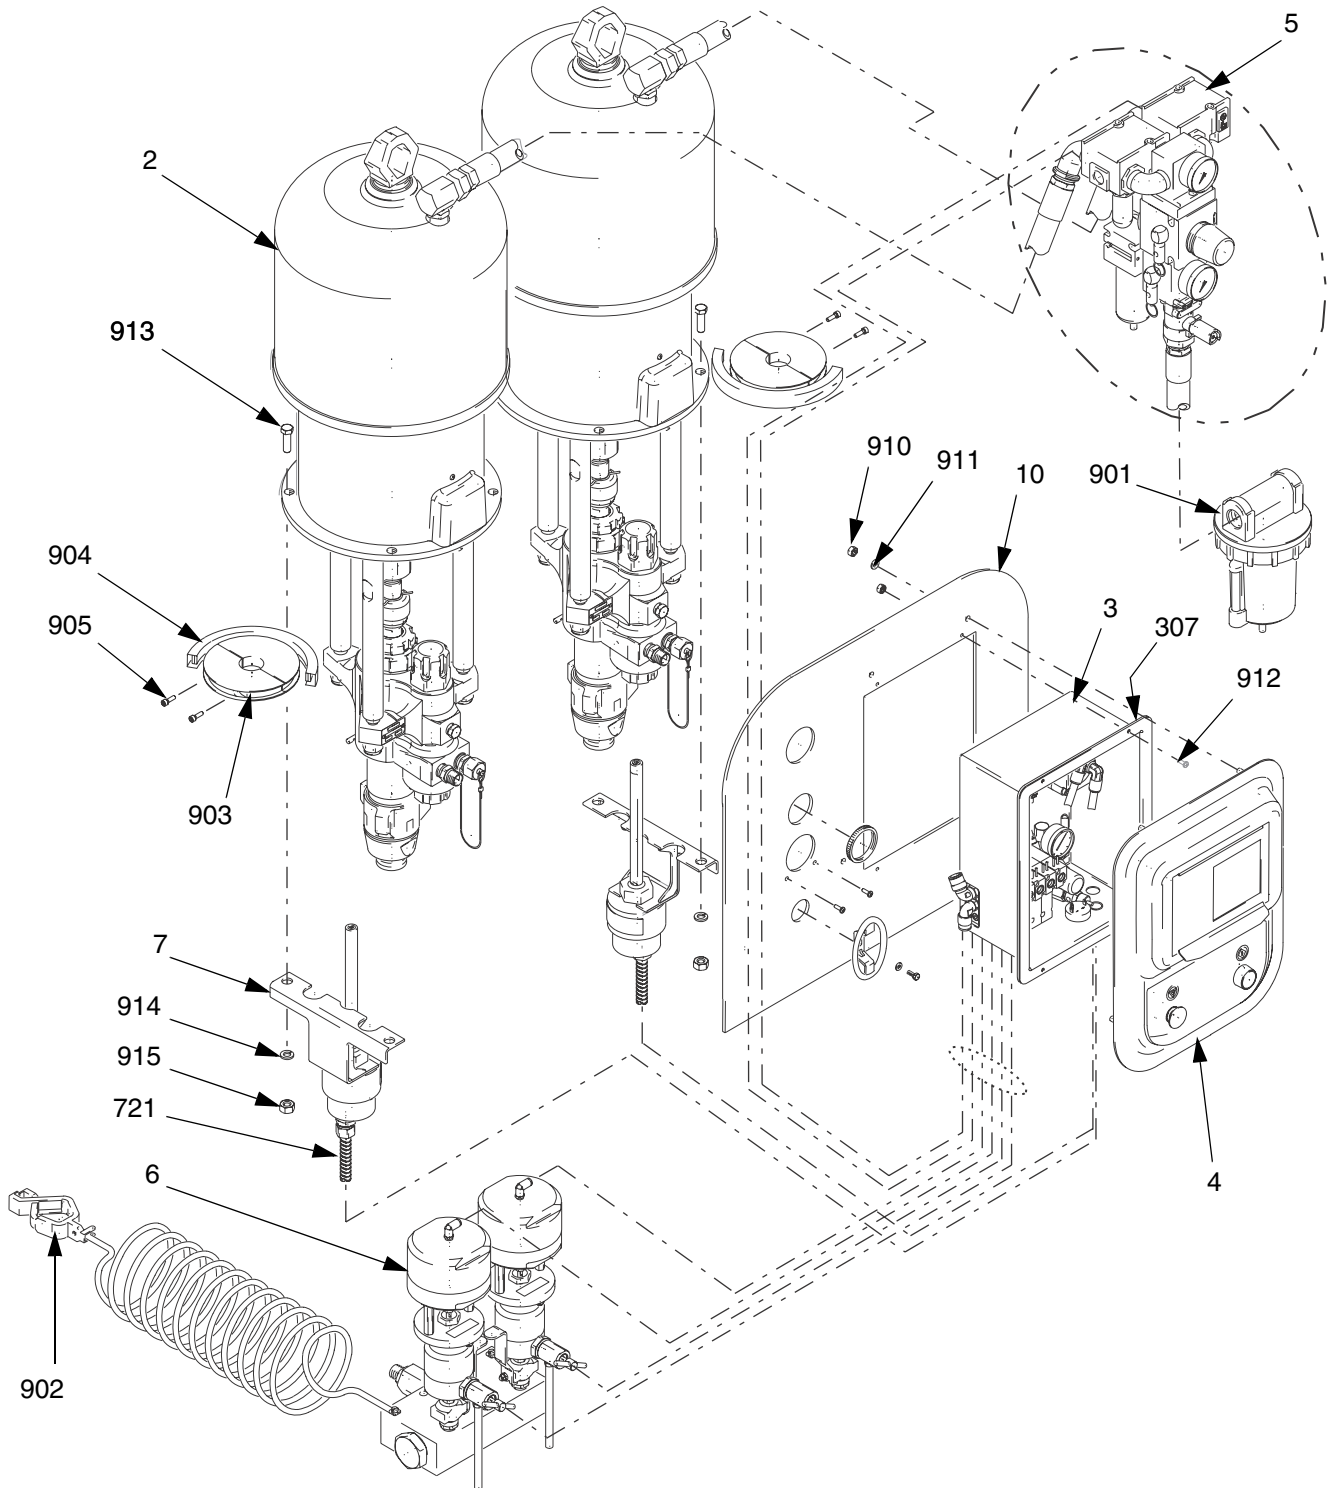

FIG. 1
- Fixer les porte-aimants (903) sur la tige du moteur de la pompe (2) au moyen des vis (905). FIG. 1.
- Mettre un aimant court et un long (904) sur chaque porte-aimant (903). Fixer avec le ruban adhésif fourni.
- Fixer les pompes (2) sur les supports au moyen des deux vis 3/8 x 1-1/4" (913), rondelles (914) et écrous (915).
- Fixer les capteurs (7) sur les pompes et les supports de pompe au moyen des deux vis (913), rondelles (914) et écrous (915).
- Monter le boîtier de commande (3) sur la plaque de montage (10). FIG. 1.
- Passer le joint (307) par l'arrière du boîtier de commande pneumatique (3) et l'appuyer contre le rebord. Insérer le boîtier dans la plaque de montage (10).
- Fixer le boîtier (3) sur la plaque (10) au moyen des vis 8-32 UNC (912).
FIG. 1 et FIG. 3
1. Monter la commande pneumatique (3) sur la plaque de montage (10). FIG. 1.
3. Brancher le fil de terre (315) sur la borne de terre à l'arrière du couvercle à l'aide de l'écrou (311).
4. Fixer le couvercle (4) sur la plaque de montage (10) à l'aide des rondelles (911) et écrous (910). FIG. 1.
1. Fixer la vanne de dosage (6) sur le chariot/support statique à l'aide des vis (913), rondelles (914) et écrous (915). FIG. 1, page 8.